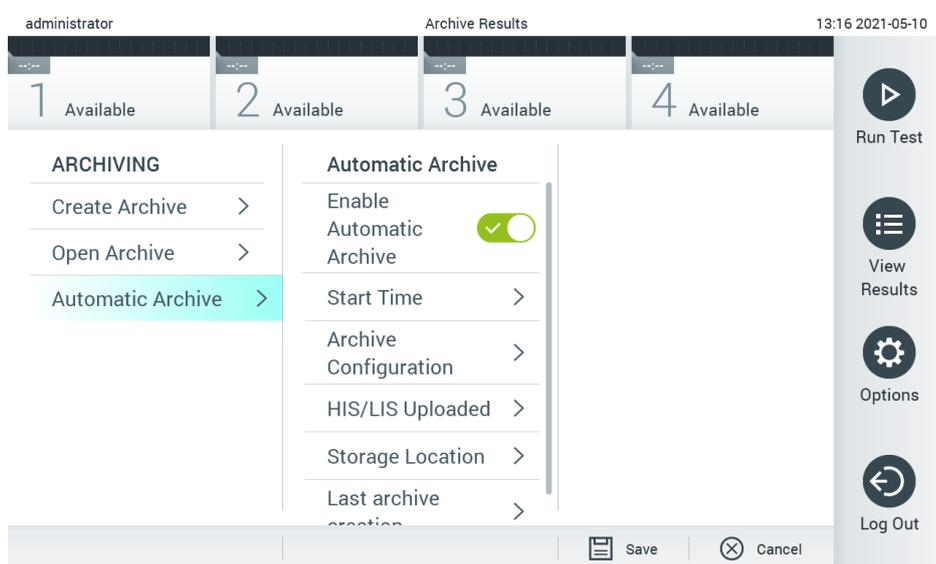

Figure 58. Options d'archivage automatique.
2. Appuyez sur **Automatic Archive** (Archive automatique) et activez la fonction (figure 58).